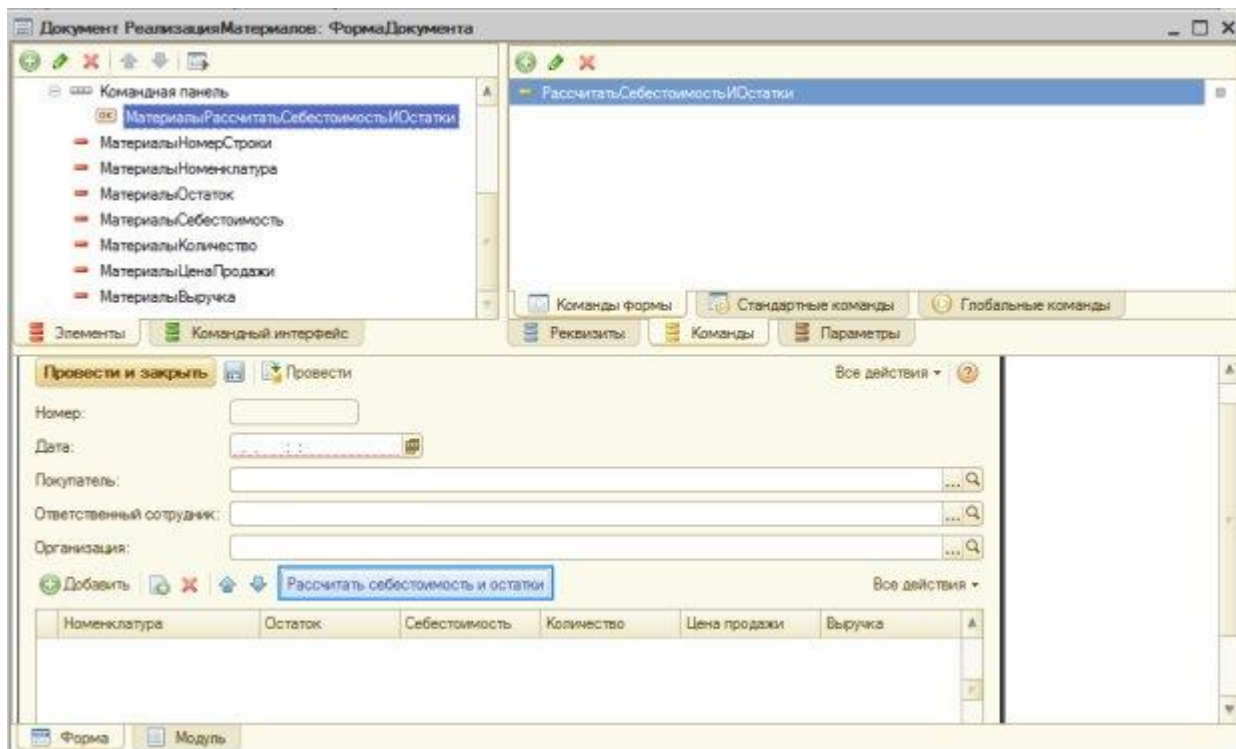

Рисунок 17.1- Конструирование формы документа РеализацияМатериалов
4. Создадим форму документа, добавим команду формы **РассчитатьСебестоимостьИОстатки** и переместим ее на командную панель табличного поля, Рисунок 17.1.